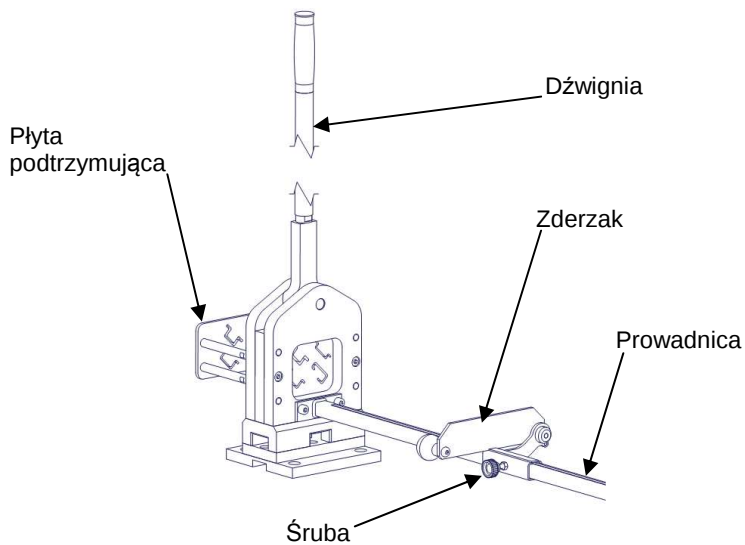

Rys. 1.
Przecinarka ręczna (rys. 1) umożliwia ciecie profili szyn montażowych (poz. 1) wg tabeli 1. Ilość profili tnących uzależniona jest od zamówienia klienta. Dodatkowo (w opcji wyposażenia) przecinarka może wykonywać otwory montażowe w szynach (wzdłuż i w poprzek szyny). Moduł otworujący (poz. 3) może zostać zamontowany w późniejszym okresie użytkowania. Jako opcję wyposażenia przecinarki można zamontować liniał (poz. 2) umożliwiający cięcie profili na określoną długość. Dzięki demontowalnej dźwigni (poz. 4), przecinarka jest narzędziem kompaktowym i funkcjonalnym.
- Przycocować do stołu przecinarkę GLR_6 wykorzystując otwory montażowe w podstawie (rys. 1 poz. 5) i zamontować dźwignię.
- Przymocować do stołu przecinarkę GLR_6 wykorzystując otwory montażowe w podstawie (rys. 1 poz. 5) i zamontować dźwignię.